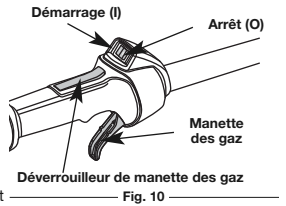

Fig. 10
REMARQUE : Il n'est pas nécessaire de faire démarrer la machine. La commande Marche est en position ON (I) en permanence (Fig. 10).
- Mettez le levier d'étrangleur en **Position 2** (Fig. 10).
- REMARQUE :** Il n'est pas nécessaire de faire démarrer la machine. La commande démarrage et arrêt est en position démarrage (I) en permanence (Fig. 10).
- Appuyez sur la commande Marche/Arrêt et maintenez-la en position ARRÊT (O) jusqu'à ce que le moteur s'arrête complètement (Fig. 10).